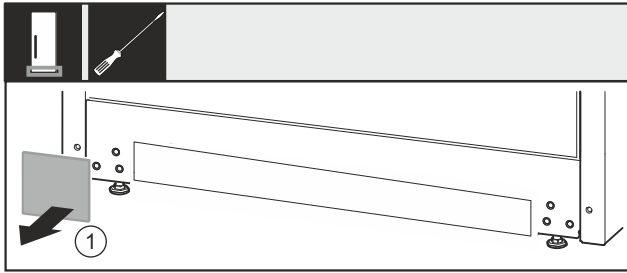

Fig. 37
- Retirer le cache *Fig. 37 (1)*.